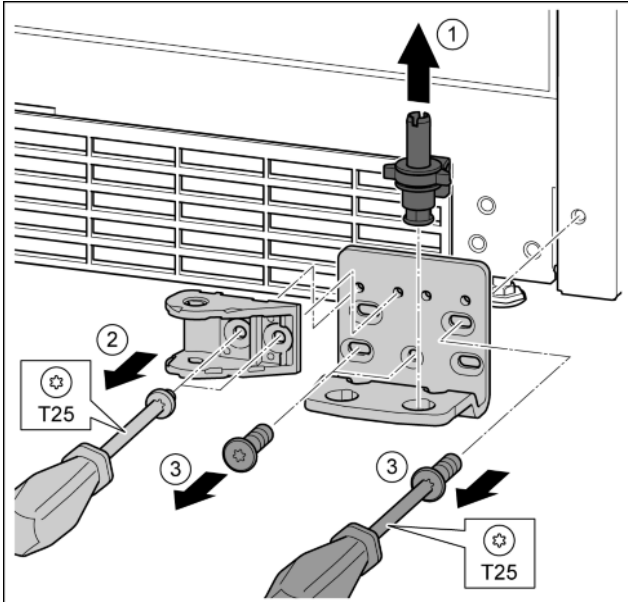

Fig. 29
- ▶ Опорный палец полностью извлечь движением вверх. *Fig. 29 (1)*
- ▶ Открутить винты отверткой T25 и снять опорный кронштейн. *Fig. 29 (2)*
- ▶ Открутить винты отверткой T25 и снять опорный кронштейн. *Fig. 29 (3)*